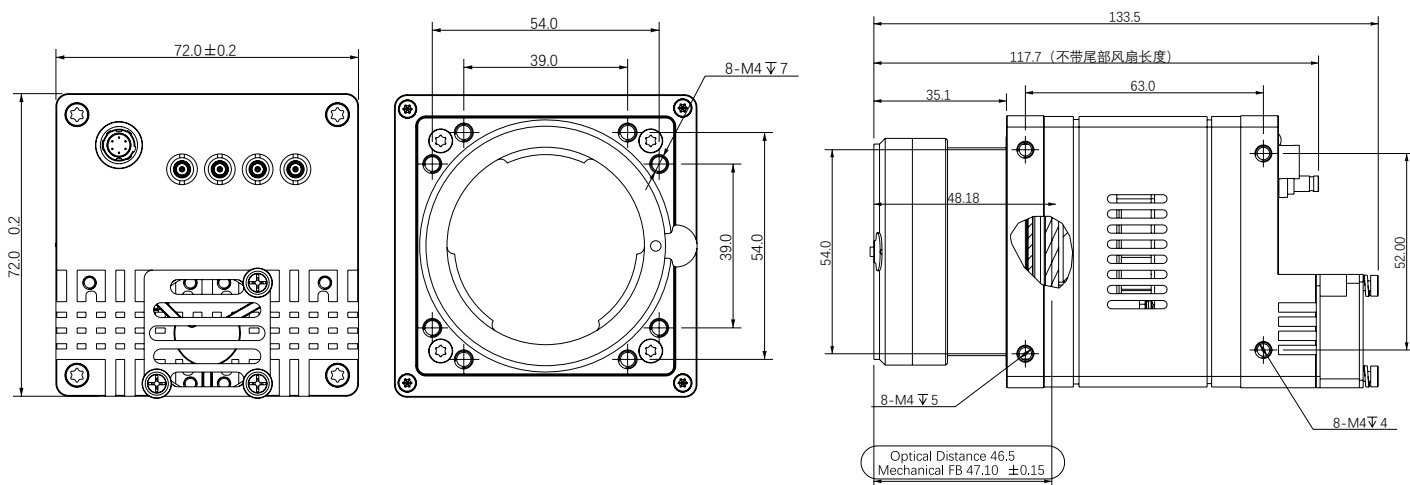

图 1-3: 72 * 72 * 72mm 相机的物理尺寸 (F 接口)。
- $72 \times 72 \times 72\text{mm}$ F 接口相机尺寸图如图 1-3 所示。